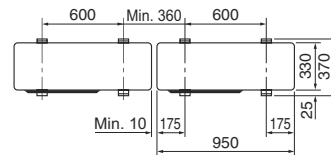

Fig. 3-1
- Se til at du installerer enheten på en solid, jevn overflate for å forhindre klaprelyder under drift. (Fig. 3-1)